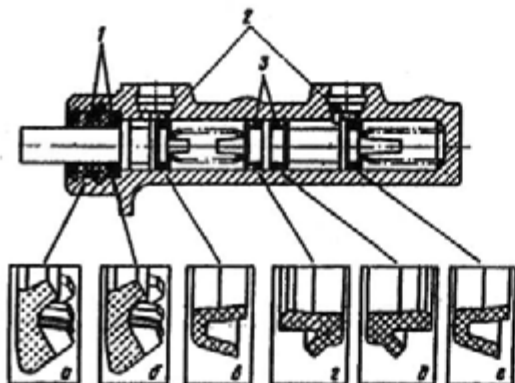

Рис. 236. Установка манжет главного цилиндра:
ность в данном случае — неудовлетворительное состояние манжеты е (рис. 236) второй камеры, либо поверхности зеркала главного цилиндра в рабочей зоне этой манжеты. Возможно также повреждение посадочного места указанной манжеты на поршне.
1. Наденьте манжеты на поршни таким образом, чтобы их рабочие кромки были расположены в соответствии с рис. 236.